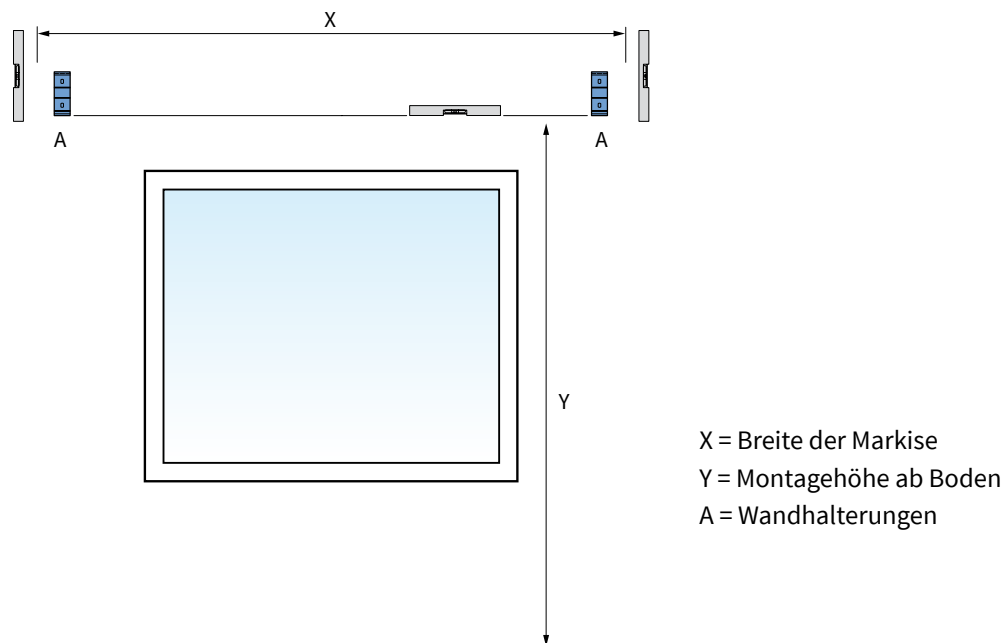
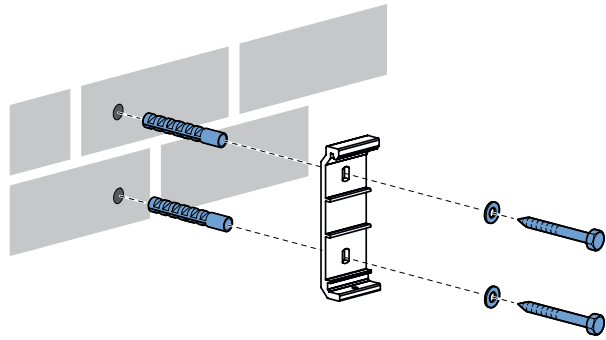

Abb. 1.2 Anbringung der Wandhalterungen
Abb. 1.3 Montage Wandhalterung
Zeichnen Sie die Bohrlöcher der Wandhalterungen (A) an der Wand an. Diese müssen waagrecht und senkrecht wasserwaagengenau ausgerichtet werden. Siehe Abbildung 1.2. Sorgen Sie dafür, dass sich die zwei Montagelöcher je Wandhalterung in der Mitte eines Ziegels befinden. Siehe Abbildung 1.3. Verwenden Sie gegebenenfalls eine Schlagschnur zum Ausrichten.
Siehe Abbildung 1.3.